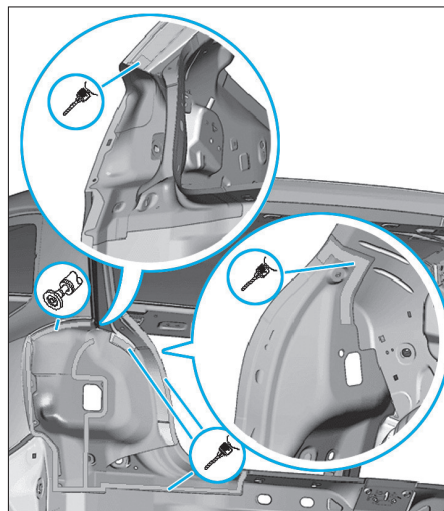

FIG. 107
- Désolidariser le logement de feu arrière (Fig.107).